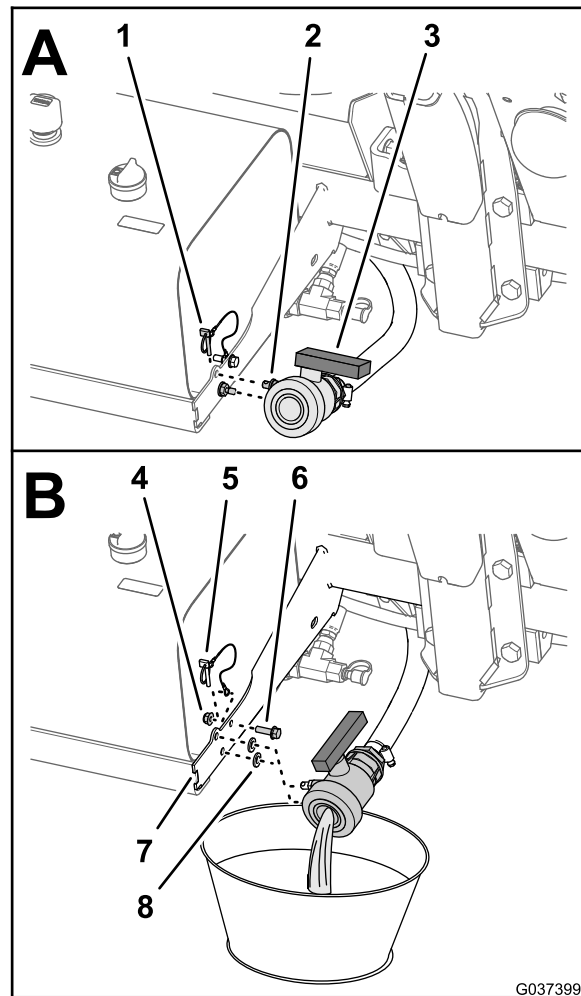

Figure 2
3. Vidangez l'eau de la cuve du pulvérisateur (Figure 2) ; voir la section Nettoyage du pulvérisateur dans le *Manuel de l'utilisateur* de la machine.
4. Retirez le boulon à embase (5/16 x 1 po) et le contre-écrou à embase (5/16 po) qui fixent le câble à la goupille à anneau sur le support du réservoir hydraulique (Figure 2).